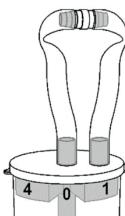

Abb. 4
9. Connectez fermement les deux extrémités du tuyau avec le connecteur de tuyau. Le piège à polype d'aspiration est ainsi scellé (Fig. 4).